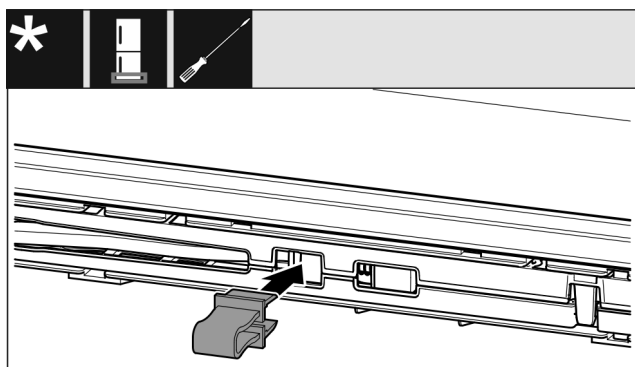

Fig. 14
- ▶ Κουμπώστε την ασφάλεια στο άνοιγμα Fig. 14 ().